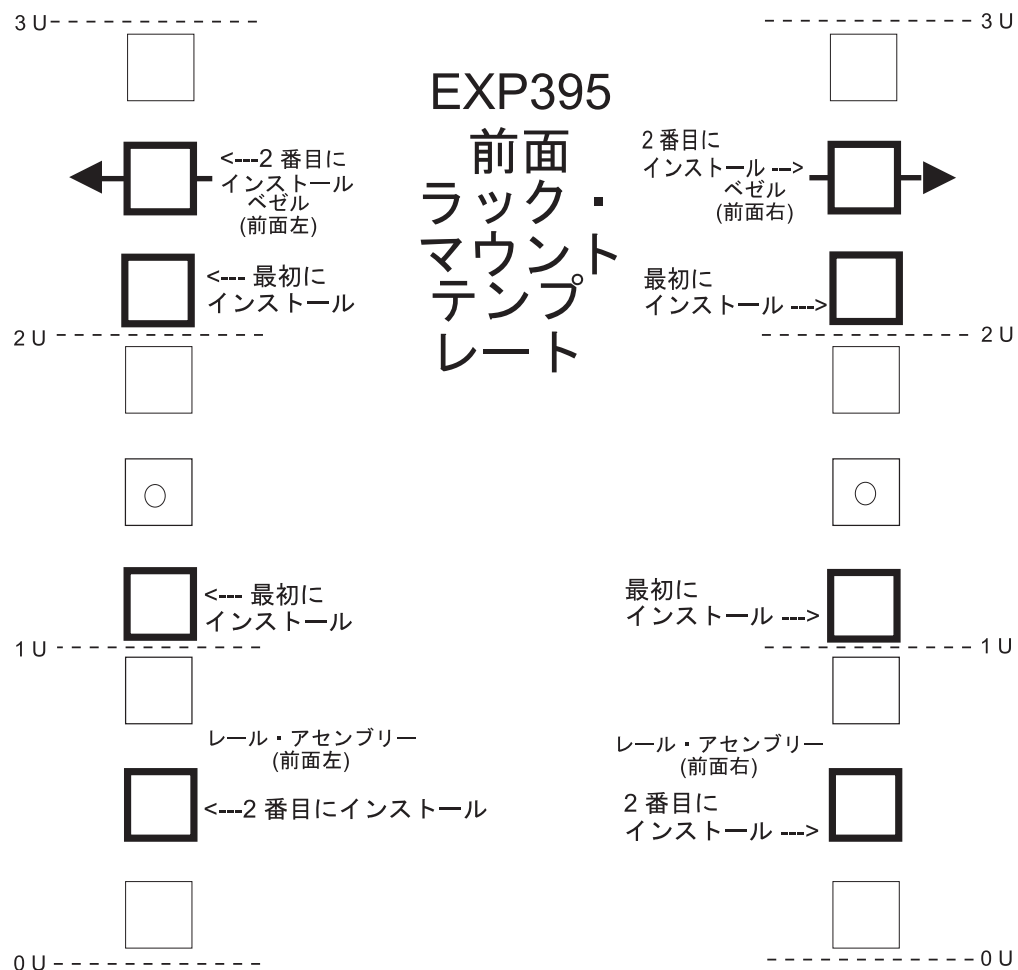
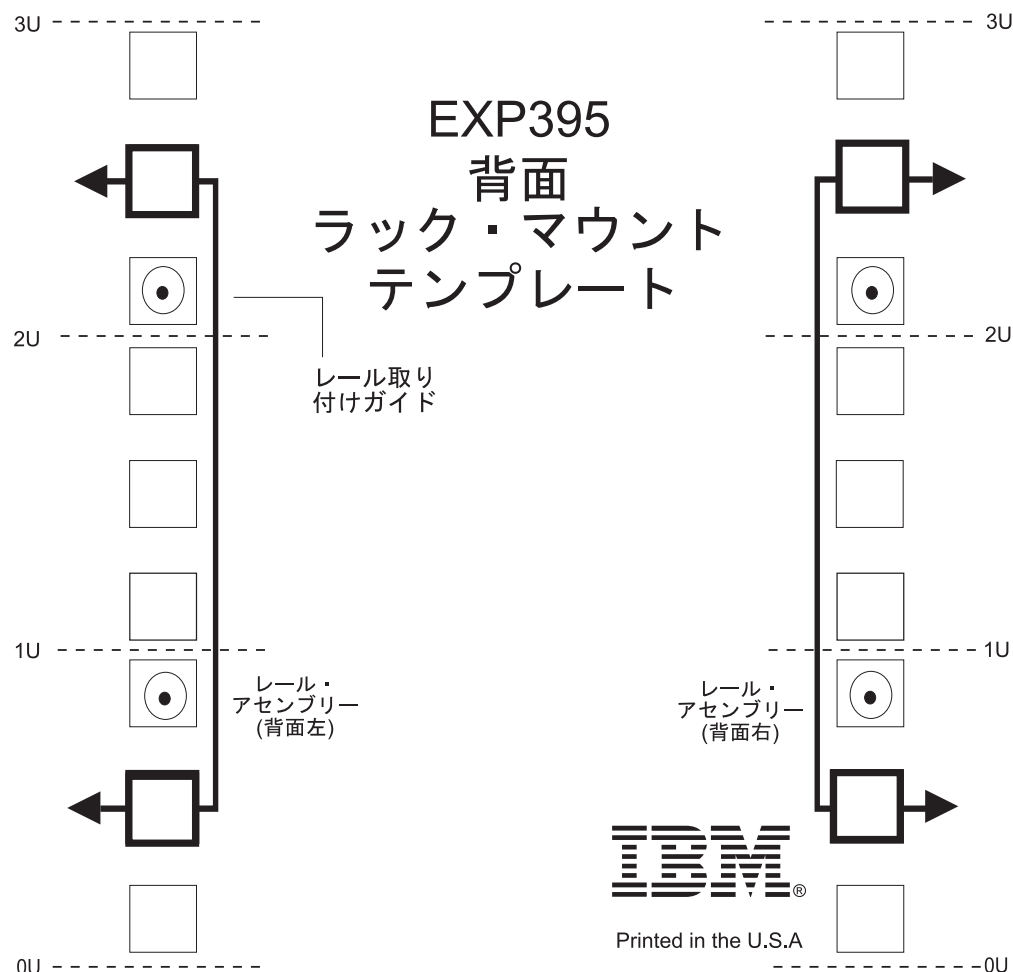

図 9. 前面用ラック・マウント・テンプレート
図 10. 背面用ラック・マウント・テンプレート
サポート・レールと EXP395 をラックにマウントする際に M5 ネジを挿入する場合は、次のテンプレート（28 ページの図 9 および 29 ページの図 10）を使用して、正しい位置を確認してください。テンプレートでは、M5 ネジの位置が強調表示されています。
重要: 28 ページの図 9 および 29 ページの図 10 に提供されているラック・マウント・テンプレートを使用して、サポート・レールをラックに取り付ける正しいラック・マウント・ホールを見つけてください。
- ラック・マウント・フランジの内側に対して、レールの背面を保持します。レールの取り付けガイド・ピンが、正しいホールにあることを確認します。図に関しては、29 ページの図 10 を参照してください。
- 5/16 (8 mm) 六角ナット・ドライバーを使用して、2 個の M5 ねじ (2) をしっかり締めます。
注: 28 ページの図 9 の「最初にインストール」のラベルの付いたねじを取り付けたことを確認してください。